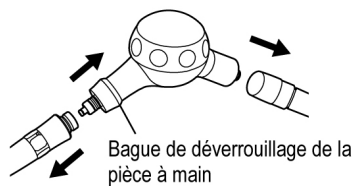

Fig. 17
1. Poussez la bague de verrouillage de la pièce à main pour retirer la pièce à main du compartiment à poudre (Fig. 17).
2. Retirez le tuyau du compartiment à poudre (Fig. 17).